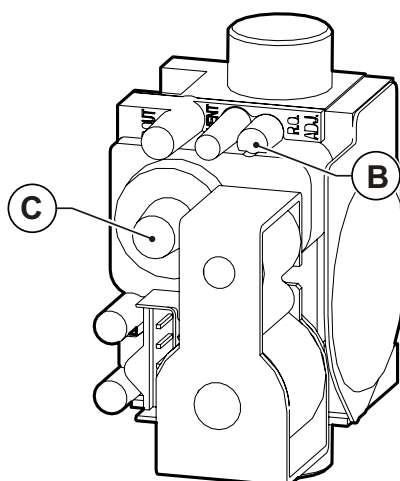

Fig. 36 Regulación valor anhídrido carbónico KR 45 - KR 60
- Regular el valor del anhídrido carbónico (CO2) en los humos girando el regulador de relación **B** (ver Fig. 36 Regulación valor anhídrido carbónico KR 45 - KR 60) y asegurarse de que no supere los límites de la Tab. 1 Datos de calibrado KR 45 y de la Tab. 2 Datos de calibrado KR 60.
- Regular el valor del anhídrido carbónico (CO2) en los humos girando el regulador de offset **C** (ver Fig. 36 Regulación valor anhídrido carbónico KR 45 - KR 60) y asegurarse de que no supere los límites de la Tab. 1 Datos de calibrado KR 45 y de la Tab. 2 Datos de calibrado KR 60.